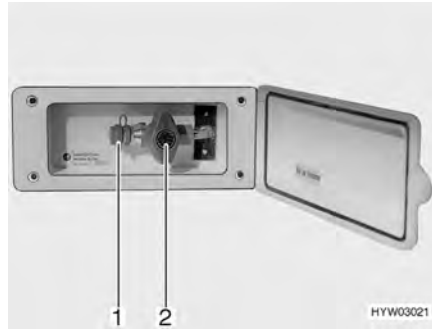

Fig. 97 Presa gas esterna, rubinetto di arresto del gas chiuso
La presa gas esterna (Fig. 97) si trova, a seconda del modello, nella parte posteriore o sul lato destro o sinistro del veicolo.
- Collegare l'apparecchio a gas esterno all'attacco (Fig. 97,1).
- Aprire il rubinetto di arresto del gas (Fig. 97,2).